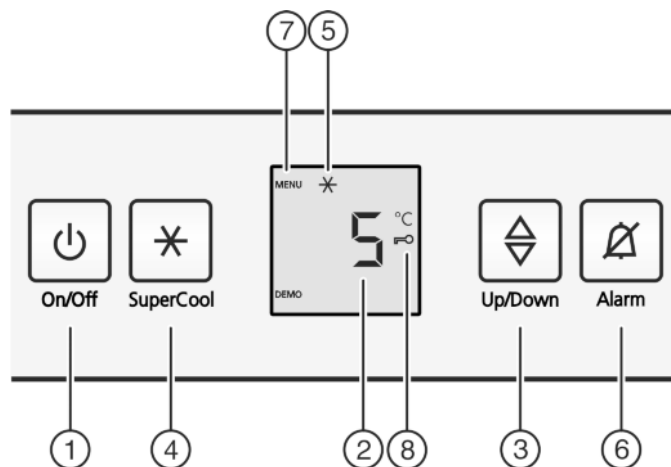

Fig. 2
- Aan/uit-toets Fig. 2 (1) indrukken.
- Toets SuperCool Fig. 2 (4) ca. 5 seconden indrukken.
- ▷ Op de display wordt het symbool Menu Fig. 2 (7) weergegeven.
- ▶ Met de toets SuperCool Fig. 2 (4) kort bevestigen.
- ▷ Het symbool Kinderbeveiliging Fig. 2 (8) op de display gaat branden.
- ▶ De toets On/Off Fig. 2 (1) kort indrukken.
- ▶ Toets Alarm Fig. 2 (6) indrukken.
- ▶ Temperatuurfunctie oproepen: Druk de insteltoets Fig. 2 (3) in.
- ▶ Temperatuur wijzigen in stappen van 1 °C: Druk de insteltoets Fig. 2 (3) net zo vaak in totdat de gewenste temperatuur op het temperatuurdisplay oplicht.
- ▶ Toets SuperCool Fig. 2 (4) kort indrukken.
- ▷ Het symbool SuperCool Fig. 2 (5) is verlicht in de display.
- ▷ Het symbool SuperCool Fig. 2 (5) in de display gaat uit.